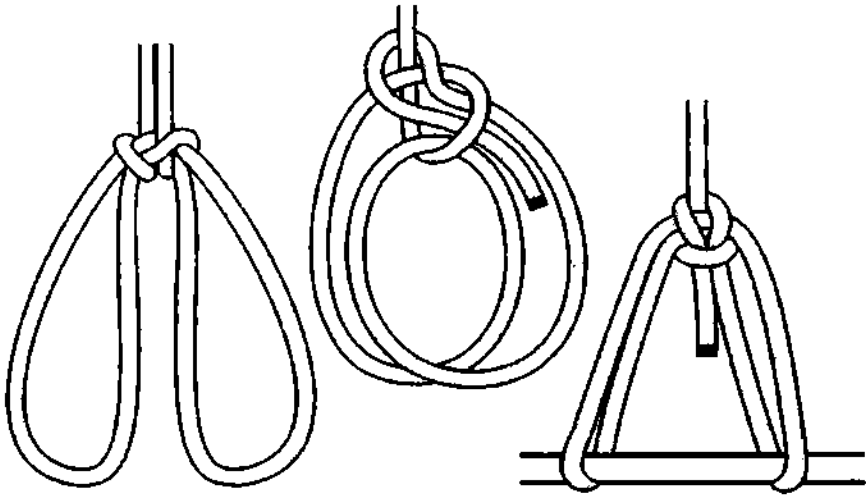

Рис. 419. Регулируемые двойные петли.
2. Регулируемые двойные петли, когда петли между собой соединены, и их размер может регулироваться, что позволяет легко подгонять петли, например, при посадке человека (рис. 419);